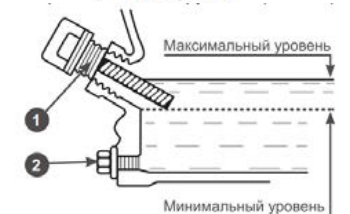

Рис. 12 Проверка уровня масла в картере
4. Установите крышку-щуп в отверстие горловины, не закручивая (Рис. 12).
ПРИМЕЧАНИЕ! Максимальный уровень масла в картере соответствует нижней кромке заливного отверстия (Рис. 12).
3. Протрите щуп насухо и вставьте в отверстие горловины, не закручивая (Рис. 12).
5. При недостаточном уровне масла в картере необходимо долить чистое масло до верхней отметки на щупе, что соответствует нижней кромке заливного отверстия (Рис. 12).